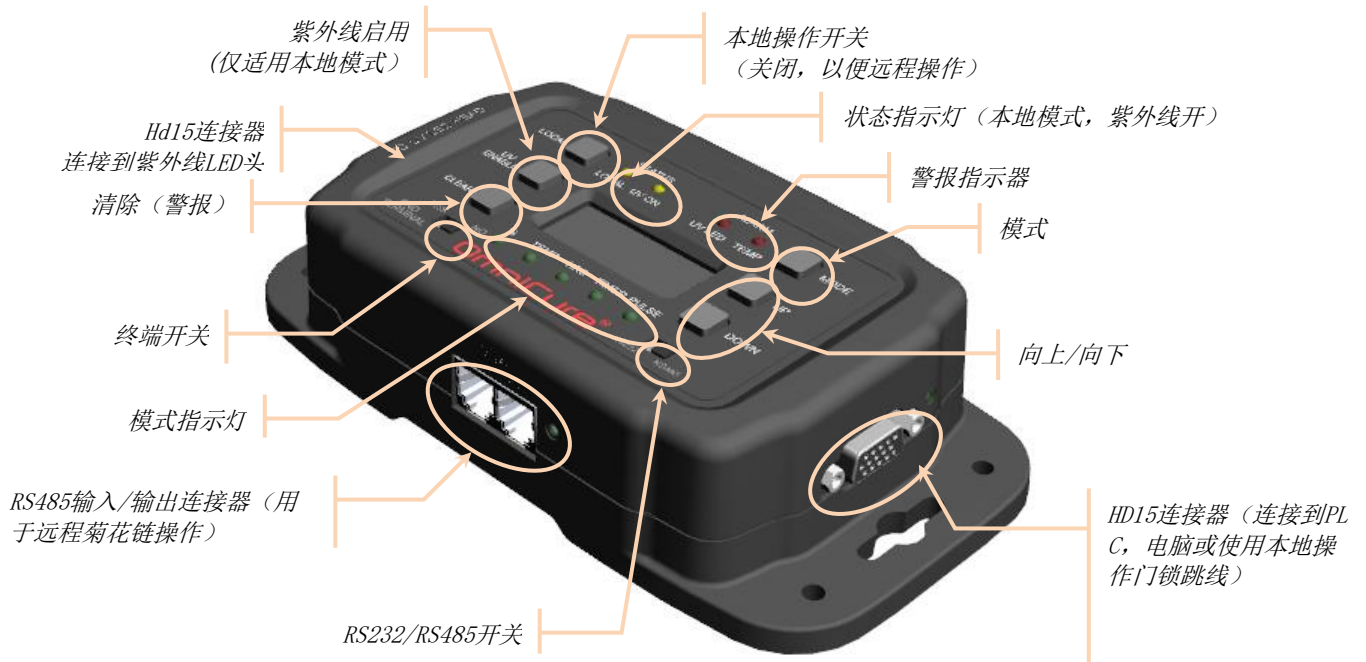

图 2 PLC 控制盒 (显示的为 PLC1000 远程控制盒)
2. 4. 确保PLC控制器上的LED启用开关处于关闭位置（见图2）。
3. 5. 将PLC电线母端连接到控制台上的PLC I/O连接器（见图2）。
5. 7. 将PLC回路连接器连接到PLC直通端口。参见图2。
7. 9. 使用显示屏右侧的向上或向下按钮调节强度（见图2），顺时针旋转和逆时针旋转，以提高和降低强度。参阅第6节“使用LED头”。
8. 10. 紫外线LED和温度故障将通过控制台上亮起的LED来显示。要清除，请按清除故障按钮（见图2）。